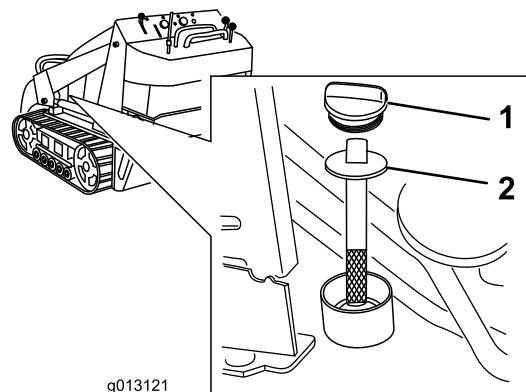

Bild 61
5. Reinigen Sie den Bereich um den Füllstutzen des Hydraulikbehälter (**Bild 61**).
6. Nehmen Sie den Deckel des Füllstutzens ab und prüfen Sie den Ölstand am Peilstab (**Bild 61**).